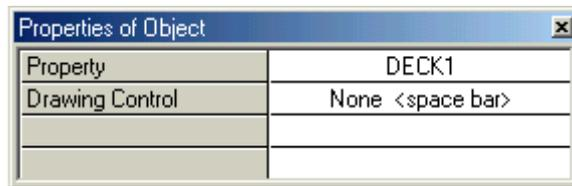

Figura 18- Caja Properties of Object
- A. Hacer click en el botón **Draw Areas**, , o seleccionar el comando **Draw menu > Draw Area Objects > Draw Areas**. Aparecerá el cuadro de Properties of Object para áreas que aparece en la Figura 18.